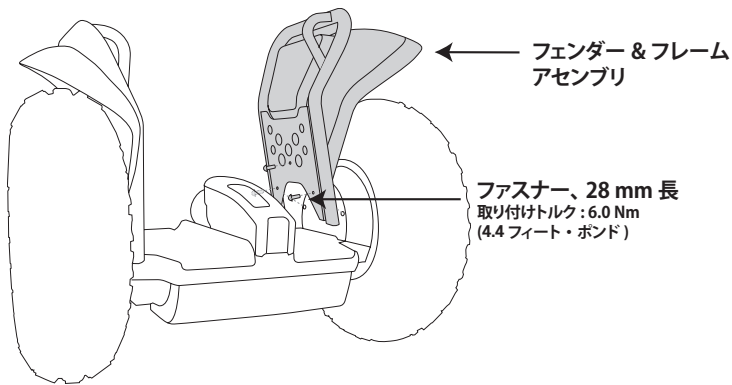

図 1. タイヤ & フレーム アセンブリの取り外しと取り付け
2. フェンダー & フレームアセンブリをセグウェイ PT から外すには、4 mm 六角レンチを使って、3 本の 28 mm ファスナーを外します。図 1 を参照してください。